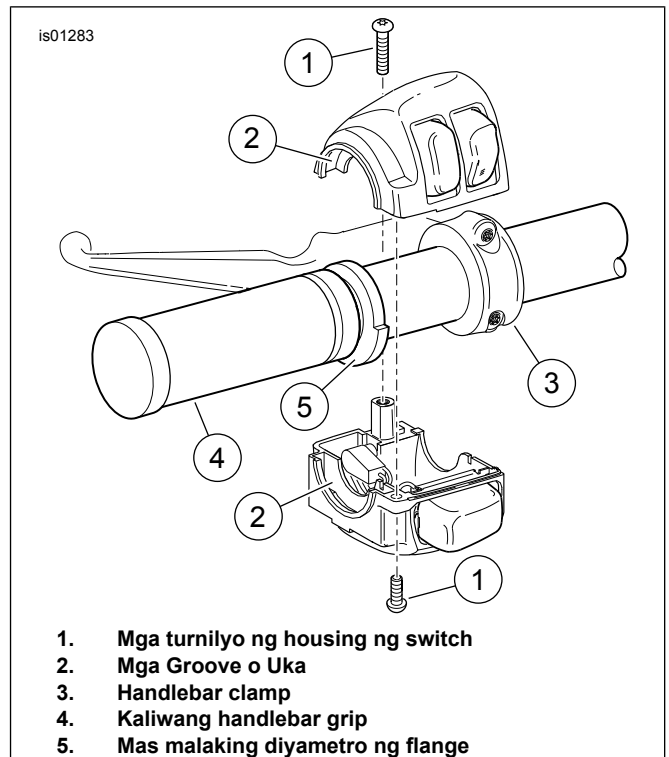

Figure 4. Housing ng Switch ng Kaliwang Handlebar
3. Tingnan ang Figure 4 . Iposisyon ang kaliwang panig na napapainit na grip (4) upang mapunta sa ibaba ang mas malaking bahagi ng diyametro ng flange (5). Idiin nang husto ang grip sa handlebar.
4. Iposisyon ang ibabang housing ng switch sa ilalim ng grip upang ang mga groove o uka (2) sa outboard na panig ng housing ng switch ay magkasya sa ibabaw ng flange sa dulo ng grip.
14. Sumangguni sa Figure 4 , na nagpapakita sa katulad na kaliwang panig na pangmount ng switch. Iposisyon ang ibabang housing ng switch sa ilalim ng grip upang ang mga groove o uka (2) sa outboard na panig ng housing ng switch ay magkasya sa ibabaw ng flange sa dulo ng grip.